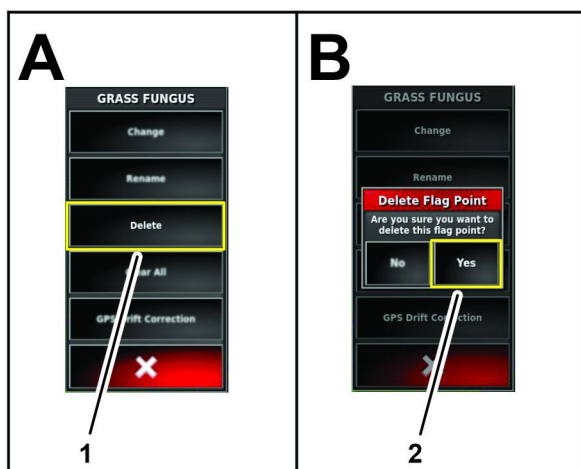

Figure 85
1. Dans le menu de modification de balise, appuyez sur l'icône SUPPRIMER (Figure 85).
2. Dans la boîte de dialogue Supprimer une balise, appuyez sur l'icône OUI (Figure 85).